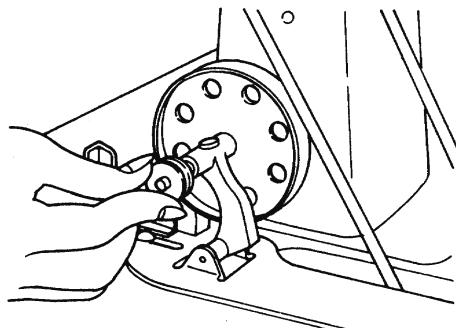
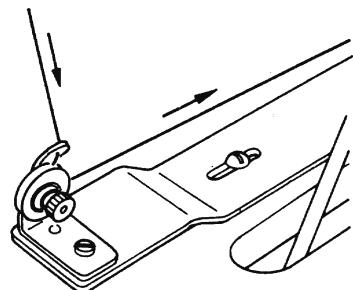
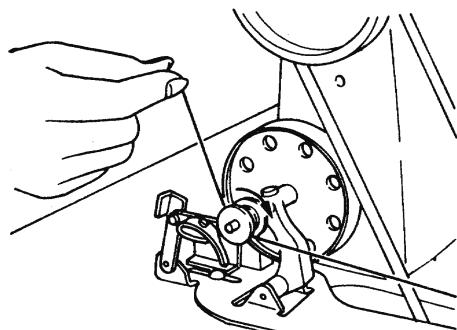
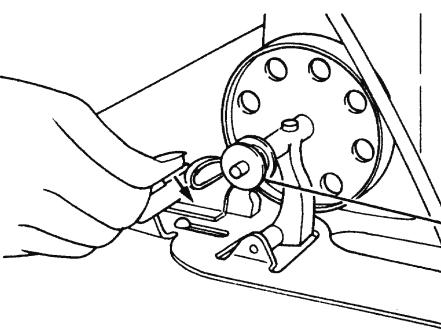

Fig. 19 ① Inserte el carrete en el eje de la polea
Fig. 20 ② Hilo entre los discos de tensión
Fig. 21 ③ Enrolle el hilo en el carrete
Fig. 22 ④ Baje el fiador
① Primero, inserte el carrete en el eje de la polea del bobinador, hasta el fondo. (Fig. 19). ② Saque el hilo del carrete de hilo, páselo por el ojal guía en el herraje de tensión del hilo, enróllelo desde el lado opuesto de los 2 discos de tensión, dirigiéndolos hacia el operario.(Fig. 20). ③ Luego enróllelo 3 a 4 veces alrededor de la bobina, desde el lado inferior.(Fig.21). ④ Si se hace descender al fiador, hacia adelante, empujándolo con el dedo pulgar, la polea del bobinador tendrá contacto con la correa. (Fig.22). Haga funcionar la máquina.Cuando en el carrete haya hilo suficiente, se soltará el fiador deteniéndose el bobinador, completando el enrollado del carrete.